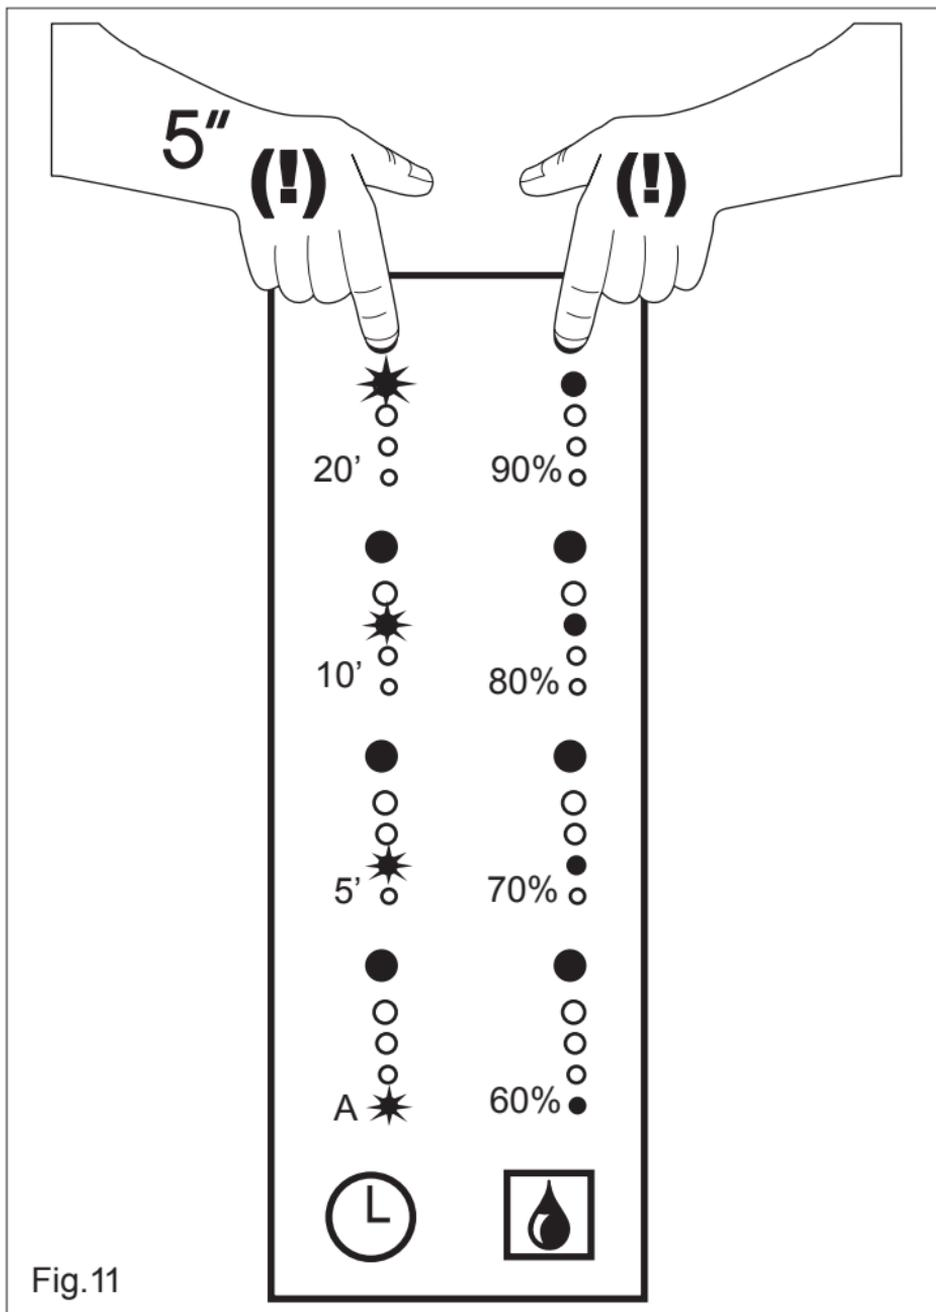

Fig.11
Hygrostat : (Appareil fourni préréglé sur la position 60%). Le réglage de la consigne d'humidité se fait uniquement en appuyant sur la touche (5 fig.11). La visualisation de ce réglage se fait par l'intermédiaire les quatre témoins lumineux qui s'allument en fonction de la valeur choisie : 60 70 80 90%. Si vous désirez modifier le réglage de la valeur d'hygrométrie, c'est à dire maintenir dans la pièce un taux d'humidité supérieur à 60%HR, appuyer sur la touche (5) jusqu'à l'obtention de la valeur choisie.